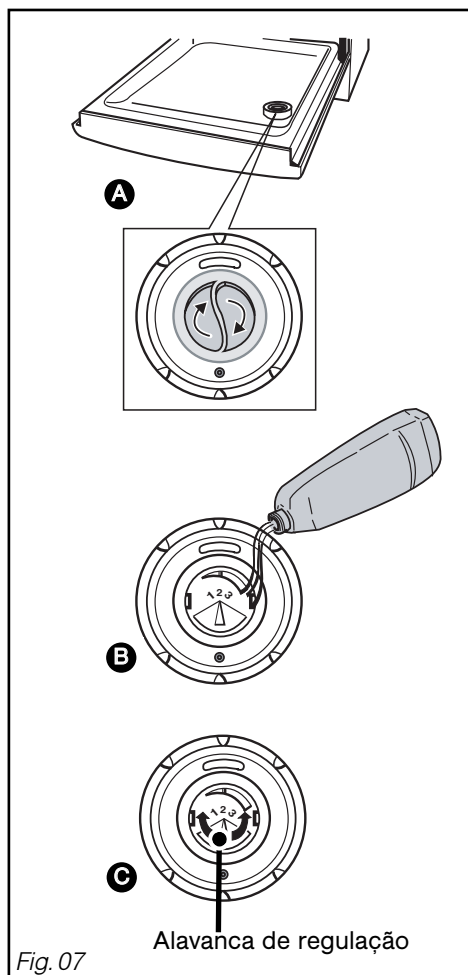

Fig. 07
• **O produto de enxaguamento (fig. 07)**
Ajustar quando necessário, o ajuste de origem é 2. Após alguns ciclos no caso de secagem errada ou de marcas, aumentar o ajuste rodando a alavanca (fig 07 **C**): referência 3 para aumentar - Voltar a fechar a fundo